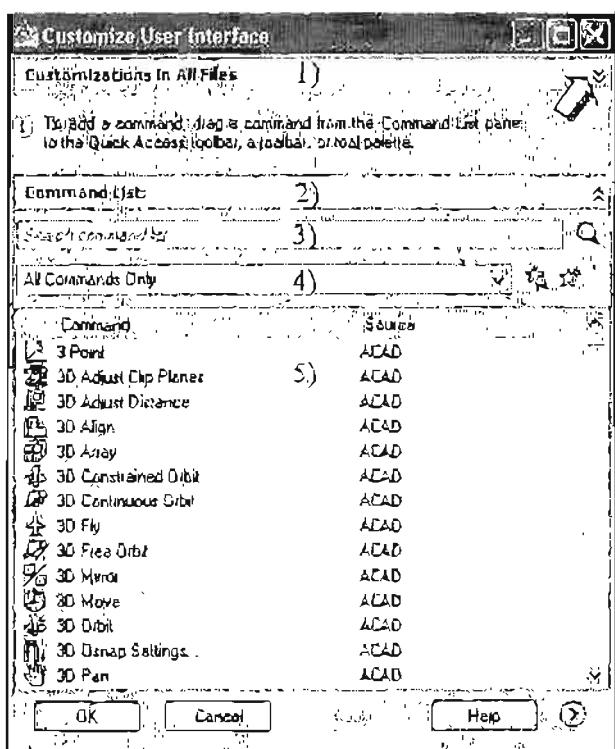

Рис. 1.39. Диалоговое окно *Customize User Interface* для настройки интерфейса
Диалоговое окно *Customize User Interface* (Настройка интерфейса) (рис. 1.39) состоит из двух панелей: левой и правой (правая панель на рис. 1.39. не развернута). Левая панель делится на две сворачивающиеся панели. Основные элементы интерфейса этого окна обозначены на рис. 1.39 следующими цифрами:
1. В диалоговом окне *Customize User Interface* (Настройка интерфейса) разверните список имеющихся в программе элементов интерфейса, щелкнув левой клавишей в правом углу поля 1 (рис. 1.39).
1. Установите указатель курсора на любой панели инструментов и нажмите правую кнопку мыши. Появится контекстное меню, из которого выберите пункт *Customize* (Адаптация). В результате откроется диалоговое окно *Customize User Interface* (Настройка интерфейса) (см. рис. 1.39).